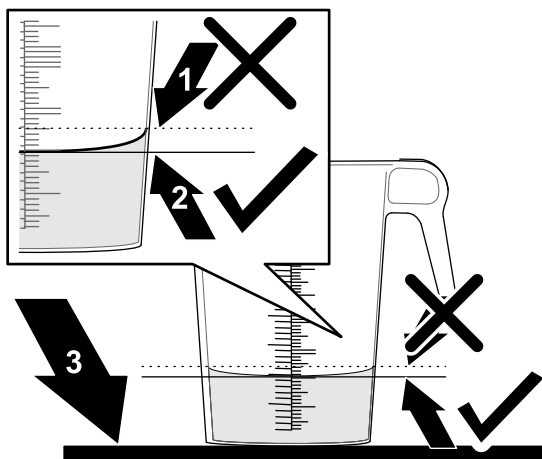

図 50
6. 目盛付き容器を水平な場所において回収された水量を調べる **図 50**